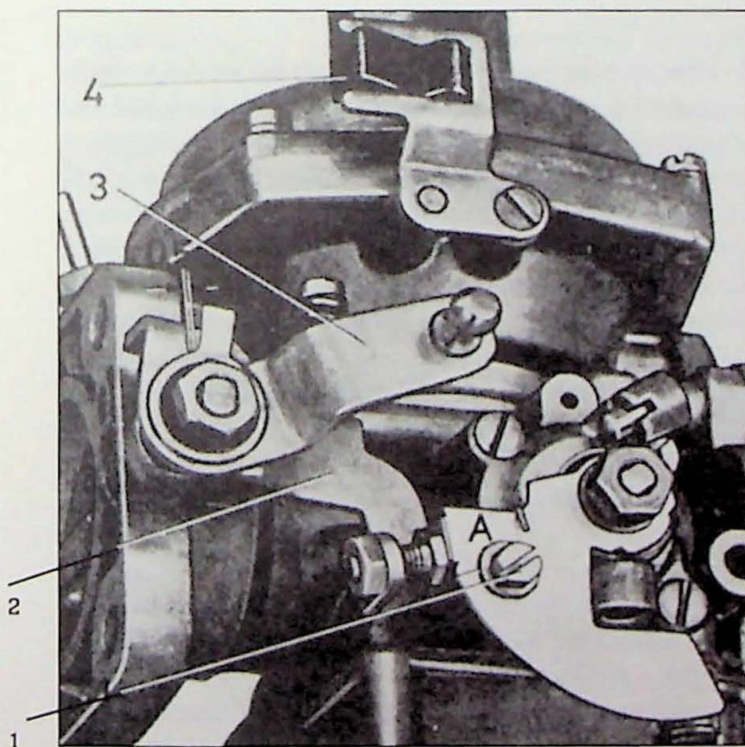

Fig. 3.9. Instelling versneld stationair toerental.
5. Stel de versneld stationair schroef tot deze juist de kamschijf aanraakt bij een punt, 11-13 mm (A, Fig. 3.9) vanaf het bovenste deel als de kamschijf naar boven is gedraaid. Bij zeer koud weer wordt de schroef zodanig ingesteld dat hij nog juist de kamschijf aanraakt als de choke geheel is ingedrukt.